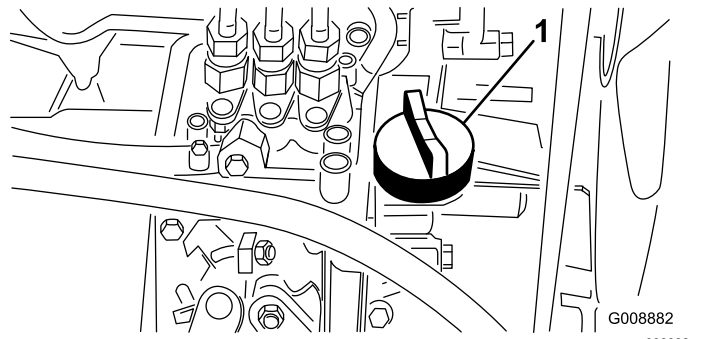

图 25
4. 如果油位较低请取下加油盖 (图 25) 缓慢添加少量机油不时检查油位直至油位达到量油尺上的“已满”标记。